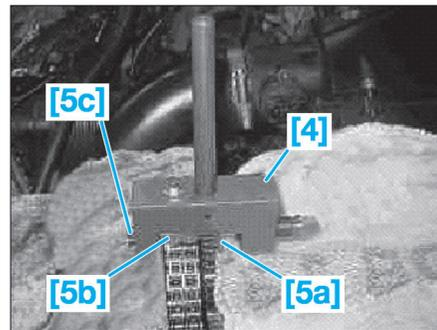

FIG. 31
- À l'aide de l'outil de rivetage [4] (Fig.31) emmancher le maillon neuf jusqu'en butée.